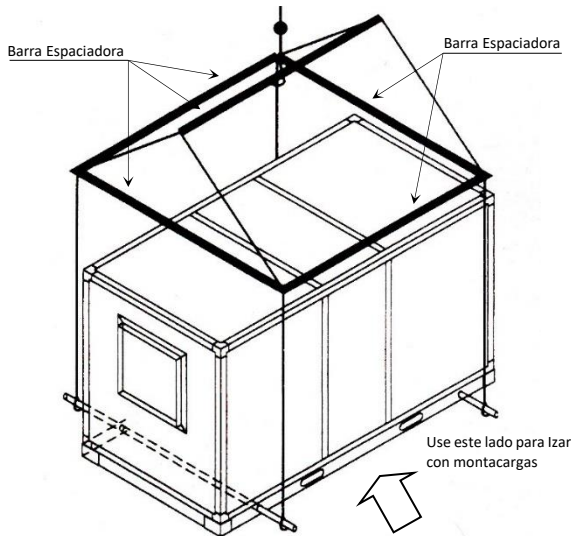

Figura 2. IZADA DE LA MANEJADORA
- Para descargar la máquina del vehículo transportador, al lugar de almacenamiento temporal o al sitio definitivo, observe la figura 2 para los detalles de izaje. Consulte los pesos y dimensiones, en la tabla 1 antes de comenzar las maniobras de descargue e instalación.
Las Unidades Manejadoras de Aire 3AHB, 3ADB y 3ADBT, deben ser izadas usando barras espaciadoras sujetándola por la base (Figura 2). Si levanta la máquina con montacargas, asegúrese de usar uñas de 48" o más, dependiendo del modelo a levantar. Nunca ize la Unidad sujetándola por las conexiones del serpentín.